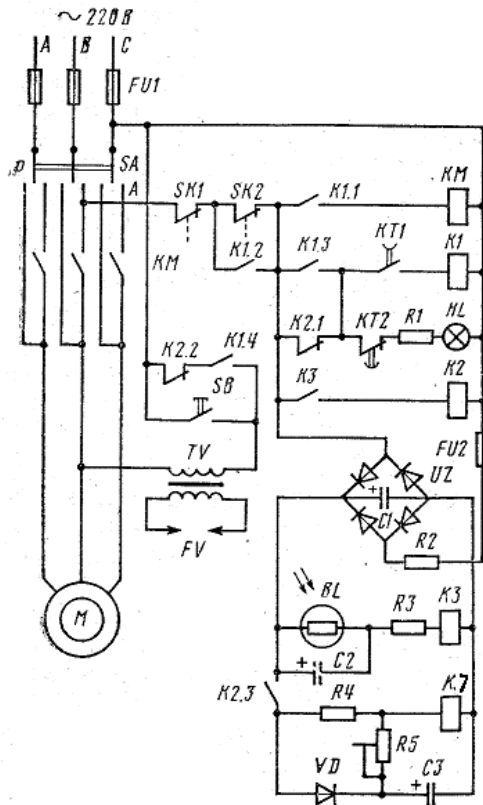

Рис. 3
3. Указать элементы электрической принципиальной схемы управления форсункой АФ 65С-220 (рис.3). Объяснить порядок работы схемы в штатных и аварийных ситуациях.